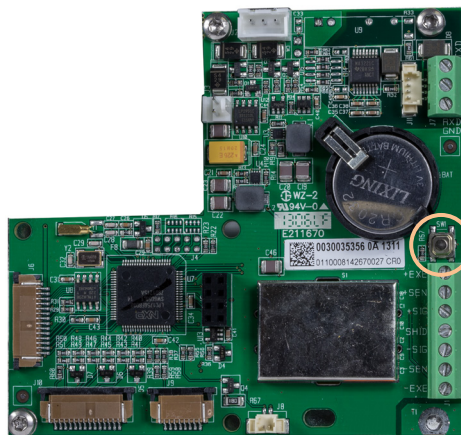

Figura 3-2: Localização de Chave de Configuração na Placa Principal do Terminal
- Se o terminal for configurado para uso comercial, o usuário só pode acessar a configuração pressionando a chave configuração (uma chave de hardware na placa principal, indicada na Figura 3-2). O terminal exibirá a etiqueta do menu F1 (Balança) e os parâmetros de balança podem ser modificados.